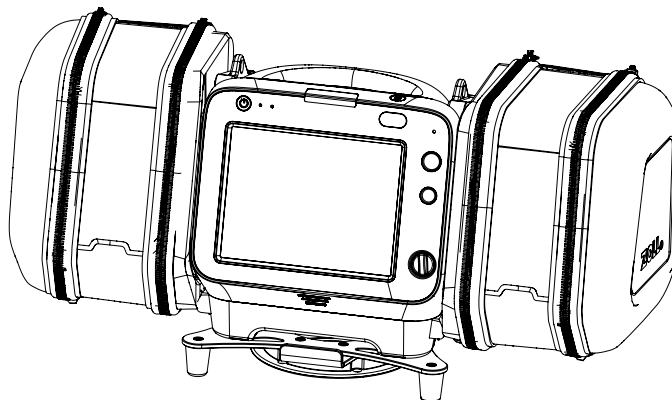

Figure 15: Moniteur/défibrillateur ZOLL Zenix installé sur le Bracket Pro Serie 27 – GR
7. Retourner l'appareil médical (Figure 15 A et Figure 15 B). Consulter la documentation de l'utilisateur de l'appareil médical au besoin.